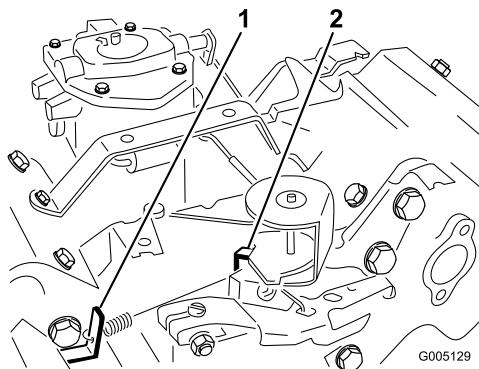

Figura 51
- Doble la pestaña de anclaje del muelle de regulación del ralentí (Figura 51) hasta obtener una velocidad de ralentí de 1650 ± 100 rpm. Compruebe la velocidad con un tacómetro.
- Mueva el control del acelerador a la posición de Rápido. Doble la pestaña de anclaje del muelle de alta velocidad (Figura 51) hasta obtener una velocidad alta de 2850 ± 50 rpm.